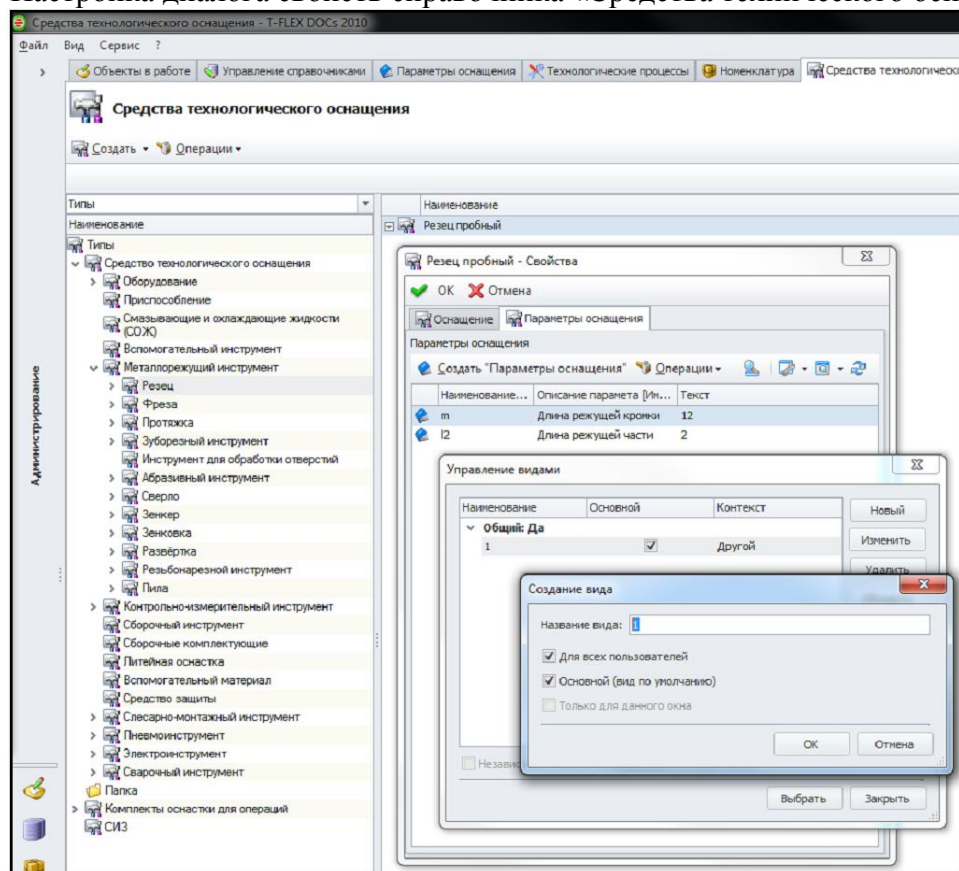

Рис. 105 Создание вида для просмотра параметров оснащения
3. Активируем справочник средства технического оснащения и создадим пробный объект, чтобы настроить виды. Создаём параметр оснащения. Настраиваем нужные колонки и сохраняем вид с необходимыми опциями, например, как показано на рис. 105.